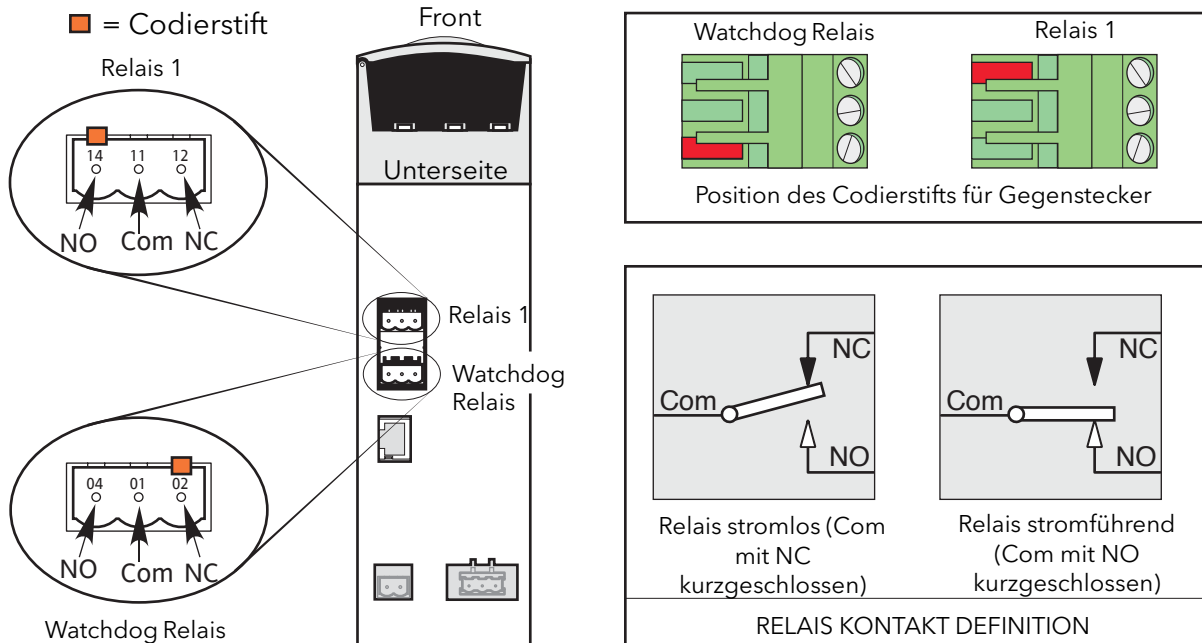

Abbildung 2.2.1c Position und Verdrahtung der Relaisanschlüsse
Das „Watchdog“ Relais wird mit einem Anschluss auf der Unterseite des Treibermoduls verbunden (Abbildung 2.2.1c).
Dieses als Standard gelieferte Relais finden Sie direkt über dem Watchdog Relais (Abbildung 2.2.1c). Die Funktion (stromführend/stromlos) des Relais wird von der Software kontrolliert und kann von Ihnen vollständig konfiguriert werden. Die Begriffe Schließer (NO) und Öffner (NC) beziehen sich auf das Relais im stromlosen Zustand. Haben Sie optionale E/A Module eingebaut (Abbildung 2.2.1b) Ihnen bis zu drei weitere Relais zur Verfügung.